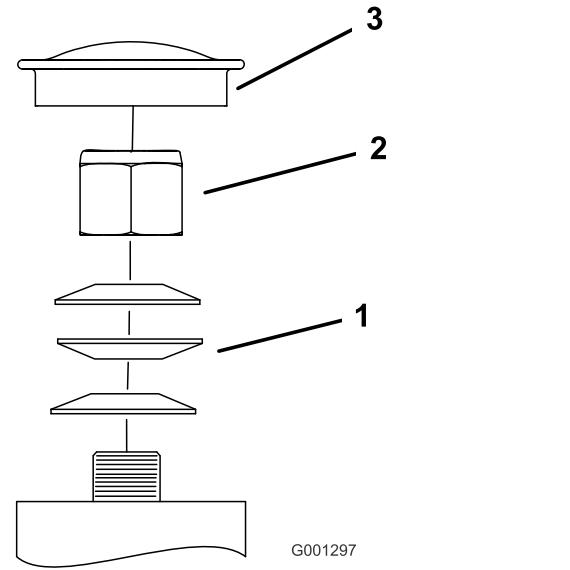

Figure 67
3. Retirez le capuchon protecteur de la roue pivotante et serrez le contre-écrou (Figure 67).
4. Continuez de serrer le contre-écrou jusqu'à ce que les rondelles élastiques soient aplatis, puis desserrez-le d'un quart de tour pour obtenir la précharge correcte des roulements (Figure 67).
5. Reposez le capuchon protecteur (Figure 67).
Important: Veillez à placer les rondelles élastiques correctement, comme montré à la Figure 67.